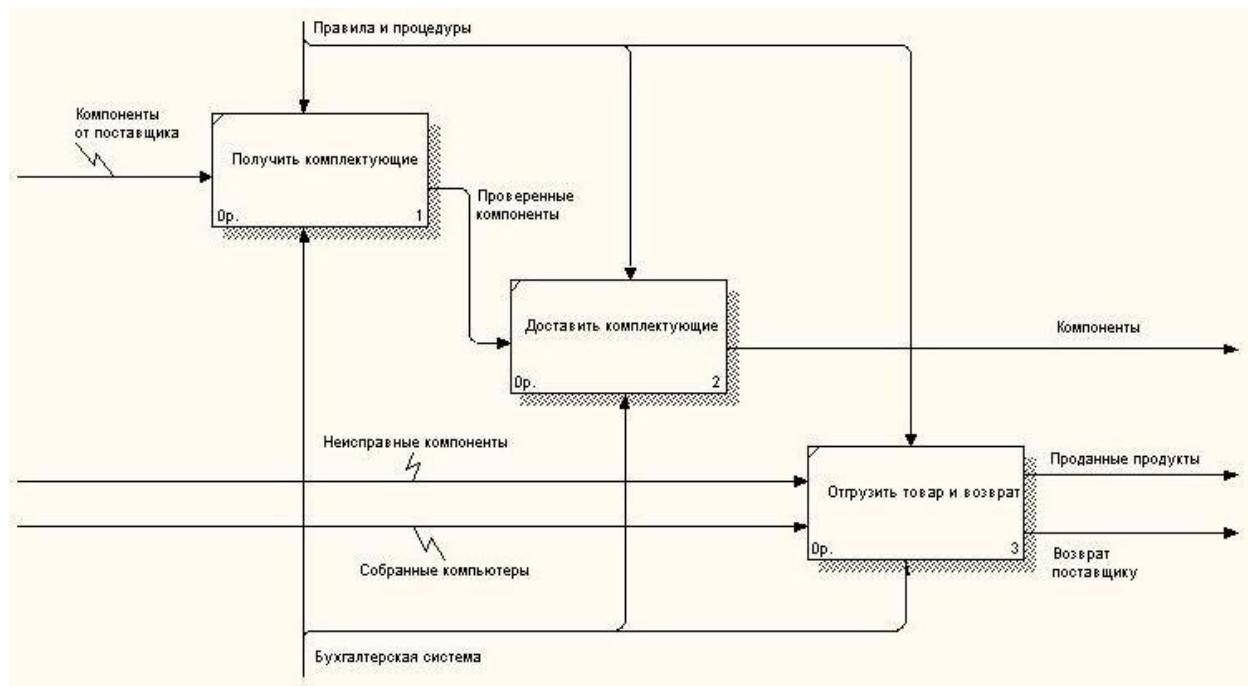

Рис. 7.2. Результат выполнения упражнения 11
1.6. Тоннелируйте граничные стрелки (Resolve Border Arrow). Результат выполнения упражнения показан на рис. 7.2.